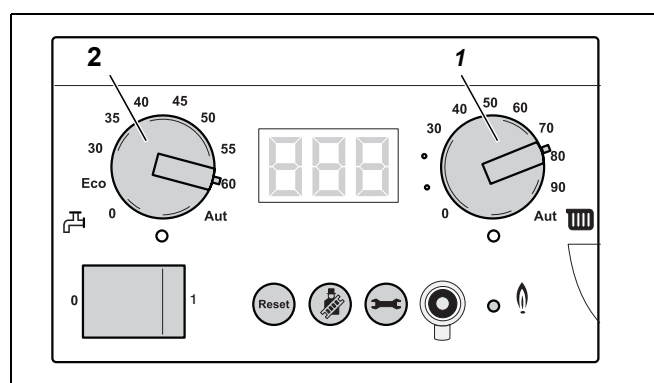

Fig. 125 BC10
- Poziționați la temperatura maximă butonul rotativ pentru temperatura maximă a apei cazanului (Fig. 125, **Poz. 1**) și butonul pentru apă caldă-valoare nominală (Fig. 125, **Poz. 2**).
- Poziționați la temperatura dorită butonul rotativ pentru temperatura maximă a apei cazanului (Fig. 125, **Poz. 1**) și butonul rotativ pentru apă caldă-valoare nominală (Fig. 125, **Poz. 2**).